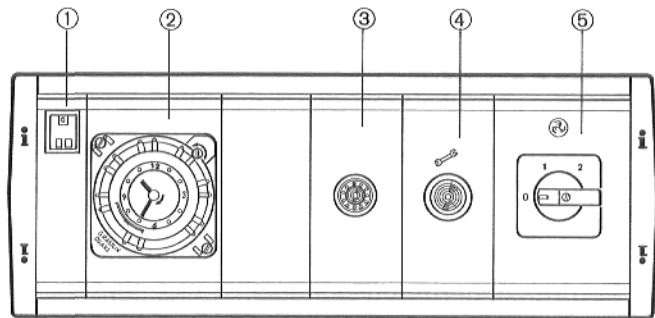

Abb. 15 – LW 32 ..
- Elektrischen Anschluß nach Schaltplan vornehmen (Abb. 15) und Probelauf durchführen.
Entsprechend der Modulbestückung sind von der Baureihe LW 32 .. und LW 33 .. je 3 Typen lieferbar (Abb. 15 bis 18).
Die Schaltung ist so aufgebaut, daß bei Ansprechen des Motorvollschutzes und bei Stromausfall durch das Steuerschutz ein selbsttätiges Wiedereinschalten nicht möglich ist. Zur Wiedereinschaltung der Anlage muß der Schalter ⑤ bzw. ⑩ erst auf Stellung „0“ geschaltet werden (Abb. 15, 16 u. 17).
Schaltkasten LW32.. – Montage der Module 070 – Mischluft ① und 007 – Schaltuhr ② (Abb. 15)
Legende (Abb. 15 bis 18)